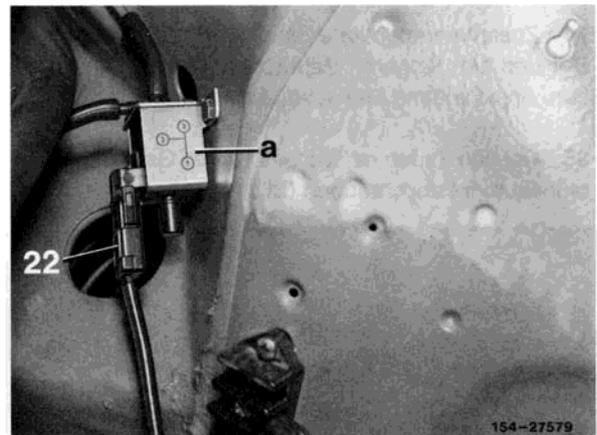

Bild 14
**31** 2polige Kupplung vom Umschaltventil für Schubabschaltung abziehen und mit dem 2poligen Stecker des Zusatzleitungssatzes verbinden (Bild 14).
**32** 2polige Kupplung vom Zusatzleitungssatz am Umschaltventil montieren (Bild 14).